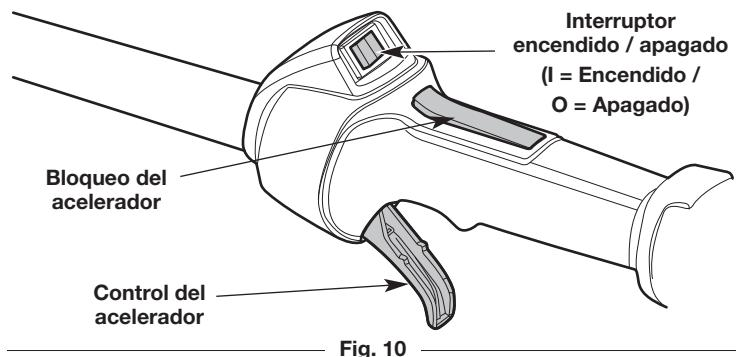

Fig. 10
NOTA: No hay necesidad de encender la unidad. El interruptor de Encendido/Apagado debe estar en la posición **Encendido (I)** en todo momento (Fig. 10).
NOTA: NO apriete el control del acelerador hasta el paso 8 (Fig. 10).
8. Oprima y mantenga apretado el bloqueo del acelerador (Fig. 10). Apriete el control del acelerador según sea necesario para el funcionamiento (Fig. 10).
2. Oprima y no suelte el interruptor de control de Encendido y Apagado en la posición **Apagado (O)** hasta que el motor se detenga por completo (Fig. 10).